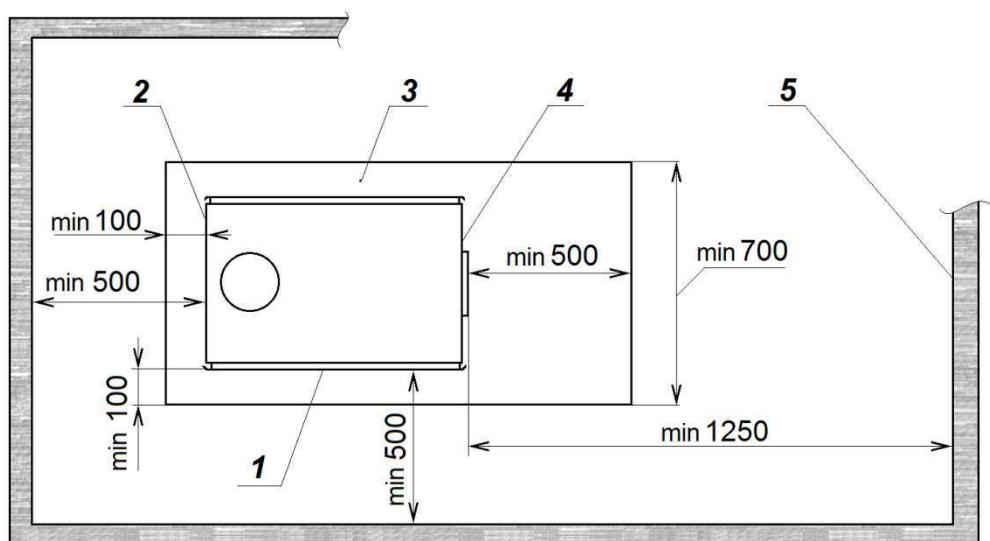

Рисунок 2. Установка печи в помещении:
4.3. Пол под печью должен быть выполнен из несгораемого материала. При установке на сгораемые конструкции здания, печь должна быть установлена на металлический лист толщиной не менее 1мм с подкладкой из негорючего теплоизоляционного материала толщиной не менее 10мм [см. рис. 2]. Перед печью, со стороны топочной дверцы, металлический лист должен выступать не менее чем на 500 мм, а ширина листа должна быть не менее 700 мм.
4.4. Печь устанавливается в помещении с соблюдением минимальных расстояний от стен и предметов из сгораемых материалов (см. рис. 2).